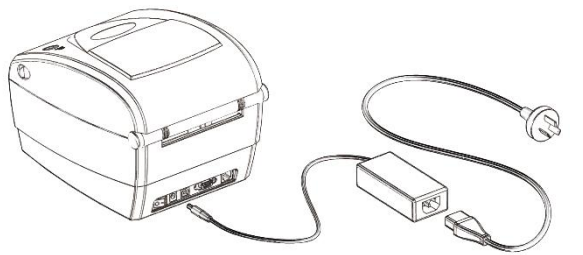

图 2-4
将电源适配器与电源线连接，如图 2-4 所示。
2. 将电源线插入电源适配器的插孔，见图 2-4。
3. 将电源适配器的插头插入打印机后部的电源接口，见图 2-4。